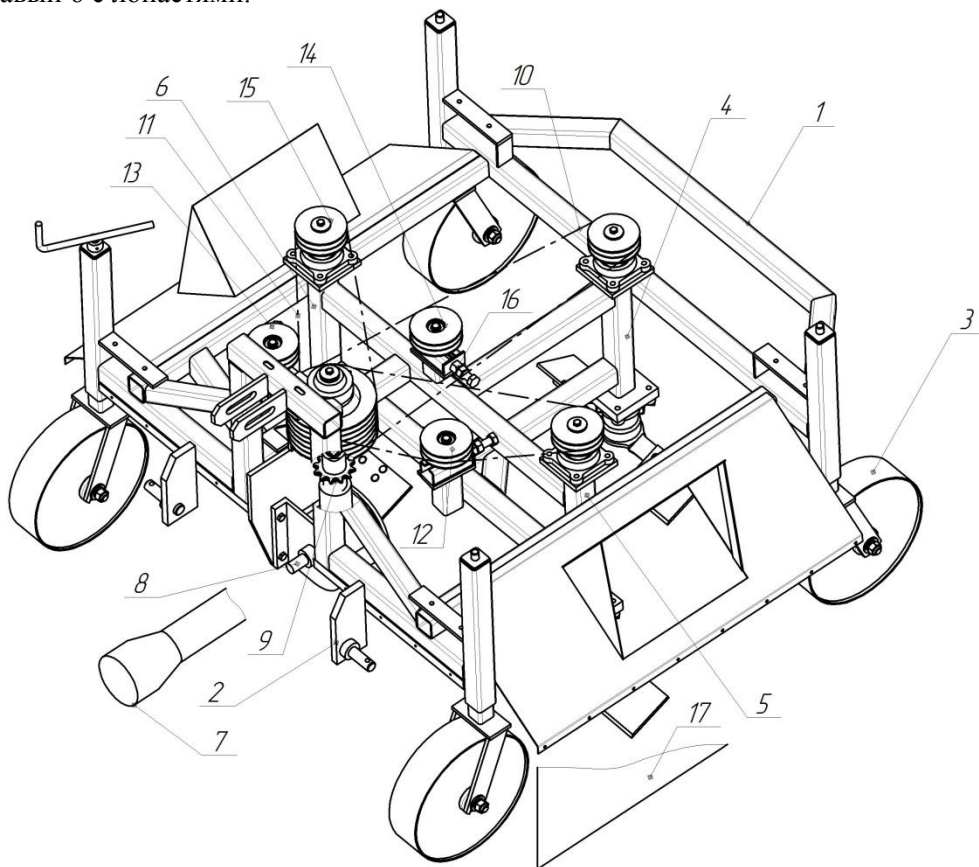

Рисунок 1 – Общий вид машины ботвоуборочной МБУ-1,5Л
3.1 Машина ботвоуборочная (рис.1) представляет собой полунавесную машину, состоящую из рамы 1, на которой крепятся: уши для навески на трактор 2, четыре копирующих колеса 3, а также валы задний 4, левый 5 и правый 6 с лопастями.
3.6 Для предотвращения вылета скошенной ботвы и камней из-под ножей машины на раме установлены защитные ограждения 17 (рис.1). Предусмотрена регулировка ограждений по высоте в зависимости от высоты скашивания ботвы.
4.1.1 Рукоятка 7 опорных колес 3 (рисунок 1 и 2) для регулирования высоты среза ботвы овощных культур.